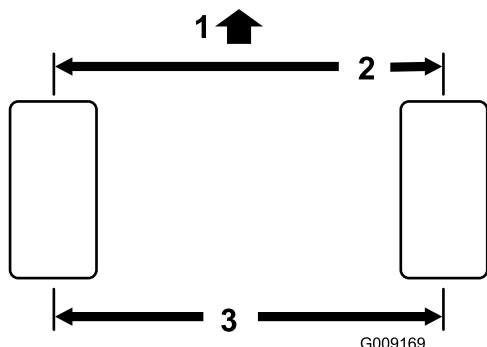

Figure 49
5. Mesurez la distance entre les roues avant à hauteur d'essieu, à l'avant et à l'arrière des roues (Figure 49).